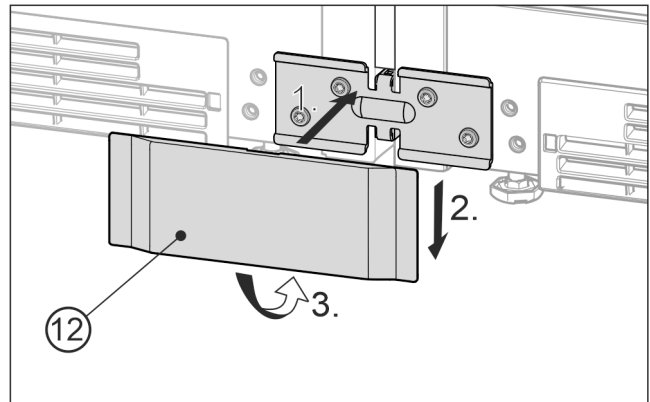

Fig. 21 Représentation à titre d'exemple
- Poser le cache Fig. 21 (12) inférieur de devant sur l'équerre Fig. 21 (1), exercer une pression vers le bas Fig. 21 (2) et encliqueter en bas Fig. 21 (3).